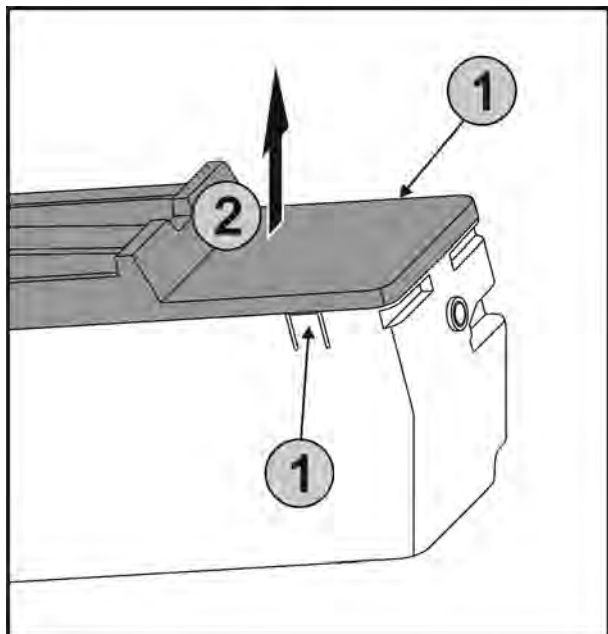

Fig. 68
- ▶ Одновременно нажать на наклейки Fig. 68 (1) на обеих сторонах EasyTwist-Ice и снять крышку Fig. 68 (2) движением вверх.